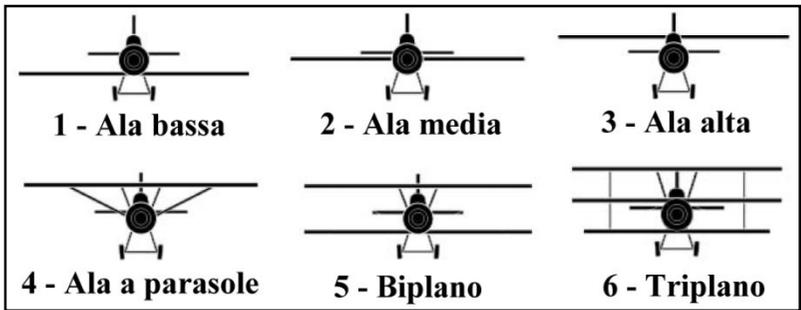

FIG. 9 – POSIZIONI DELL'ALA
c) L'ala può essere bassa, media, alta o a parasole (montata al di sopra della **fusoliera**). **FIG. 9**